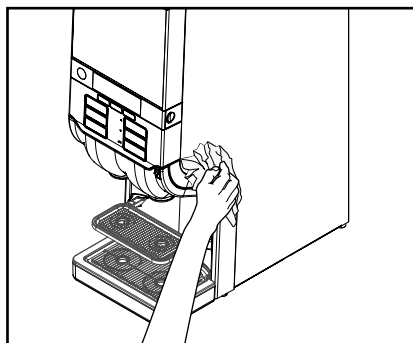

Fig. 33
6. Limpe a parte exterior da máquina com um pano limpo e húmido. (Fig. 33)